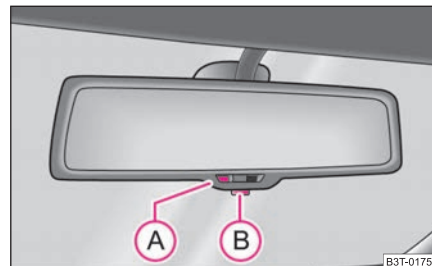

Fig. 60 Retrovisor interior antideslumbrante automático
- Pulse la tecla **(B)** - el testigo **(A)** se encenderá ⇒ fig. 60.